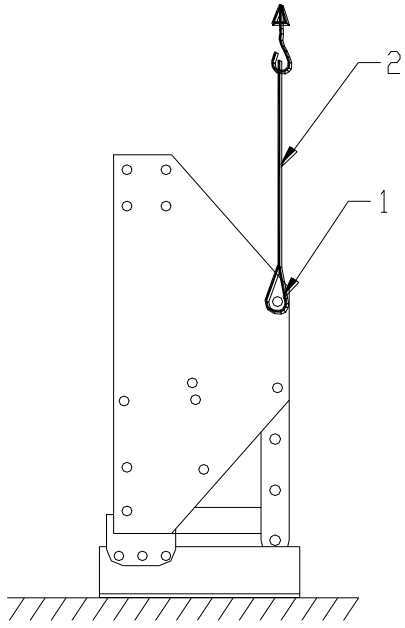

Fig. 1.
Die Maschine wird auf einer Palette geliefert. Zur Ankopplung der Maschine an einen Traktor, gehen Sie bitte wie folgt vor (siehe Abb.1, 2, 3, 4, 5 und 6)
2. Befestigen Sie ein etwa 2,5m langes Tragseil mit Schlinge 2 mit Hilfe von D-Bügeln an den Löchern 1 auf beiden Seiten der Maschine, wie in Abb.1 dargestellt.
@ Die Position der Klingen am Rotor, sowie die Position des Rotors am Hauptrahmen ist entscheidend für den erfolgreichen Einsatz der Maschine. Daher ist es sehr wichtig, die Punkte anhand der Abb. 1 bis 6 und des Kapitels 12 sorgfältig zu überprüfen.